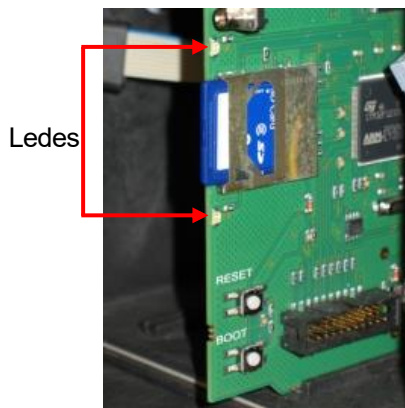

Figura 30
8. Testomat® se reinicia y lleva a cabo la actualización. En este modo, no se realizan salidas de texto, pero el estado se muestra a través de los ledes de la tarjeta SD (véase la Figura 30) y los ledes de la placa de control (véase la Figura 32 en la página 67). El progreso de la programación se muestra en forma de barra con 5 ledes en la placa de control: Al principio, solo el led1 (cerca del conector a la placa base) parpadea una vez cada 2 segundos; más tarde se enciende de forma continua y el siguiente led empieza a parpadear. El proceso se repite hasta que todos los ledes estén permanentemente encendidos. La actualización del *firmware* ha finalizado. El Testomat® se inicia automáticamente con el nuevo *software* operativo. La actualización completa del *firmware* tarda unos 70 segundos.
* Para conocer la posición de los ledes, consulte la figura 30 de la placa de control.